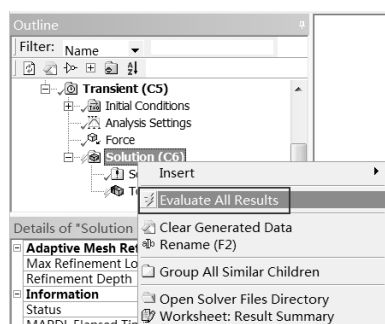

图 9-45 快捷菜单
Step3: 在 Outline (分析树) 中的 Solution (C6) 选项上右击, 在弹出的快捷菜单中选择 Evaluate All Results 命令, 如图 9-45 所示, 此时会弹出进度显示条, 表示正在求解, 当求解完成后进度条自动消失。